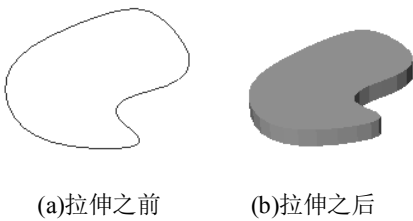

图 4-17 拉伸示意
- 5. 在命令行中输入拉伸高度值，按回车键确认，或直接拖曳光标至所需高度单击确认，完成拉伸体的绘制，如图 4-17 所示。